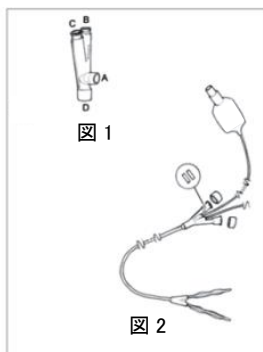
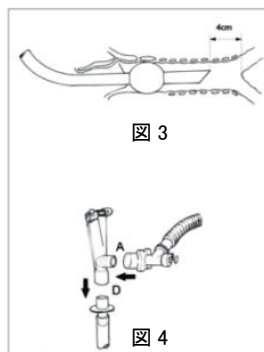

図1
図3
- (1) 適切な手順により気管チューブを挿管した後、EZマルチポートアダプタ(図1)を気管チューブに接続する(図4のポートD)。換気用ポート(ポートA)をベンチレーターに接続し、患者を換気する。
- (2) EZブロッカーの分岐部と気管支鏡に通常の方法で潤滑剤を塗布する。
- (3) EZブロッカーが適切に機能するように、気管分岐より4cm以上離れた位置に気管チューブの先端を固定する(図3)。